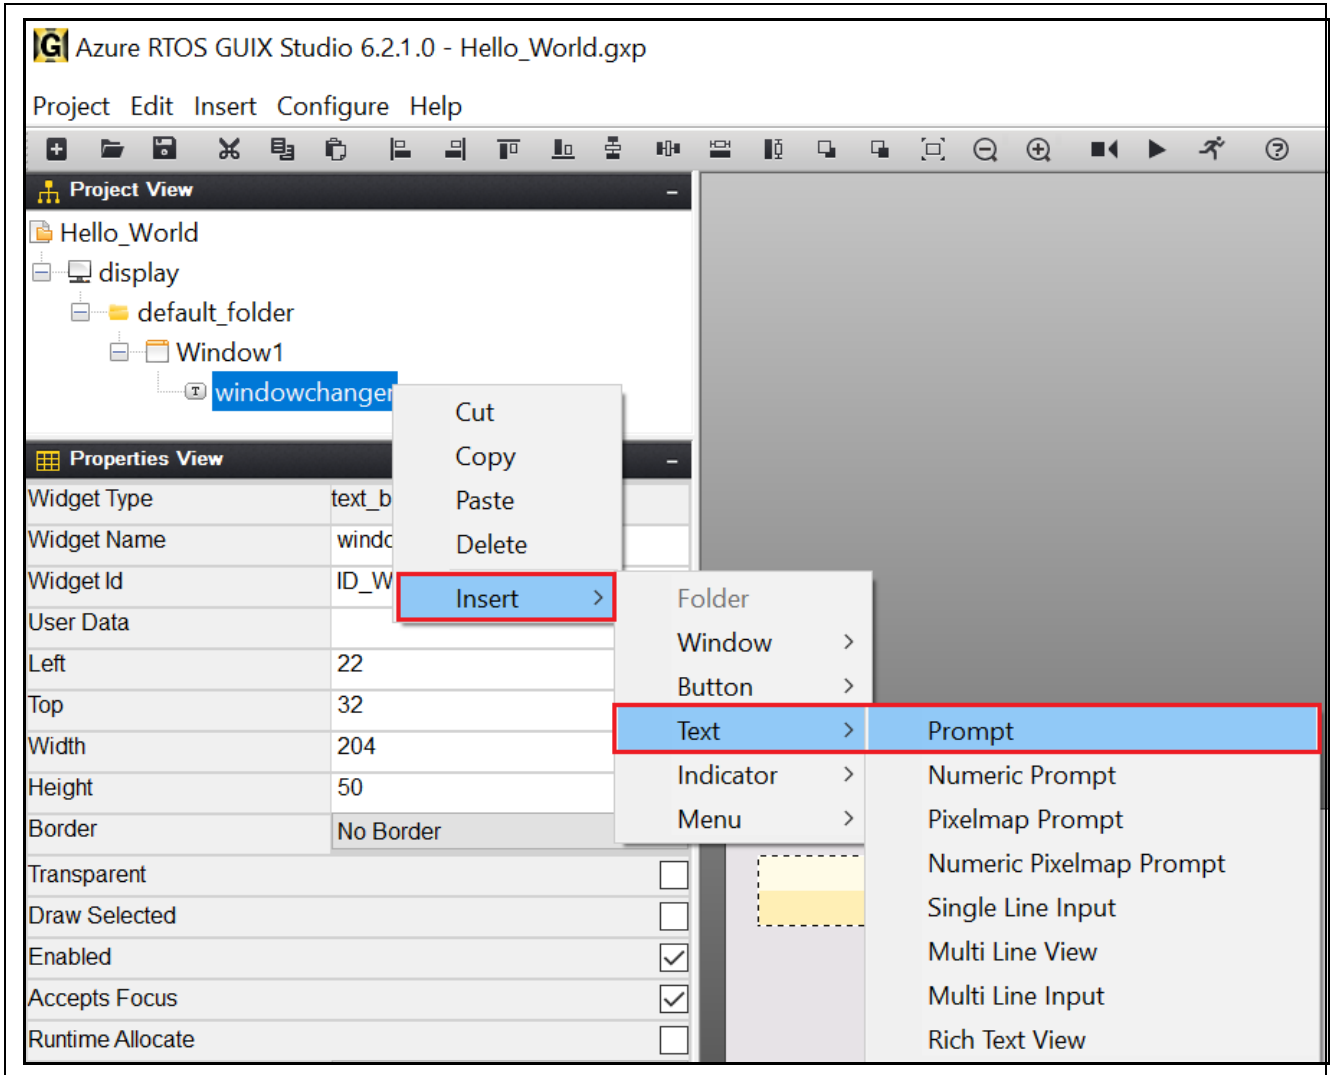

図 50. Prompt の挿入
13. 図 50 のように、windowchanger を右クリックして Prompt を挿入します。